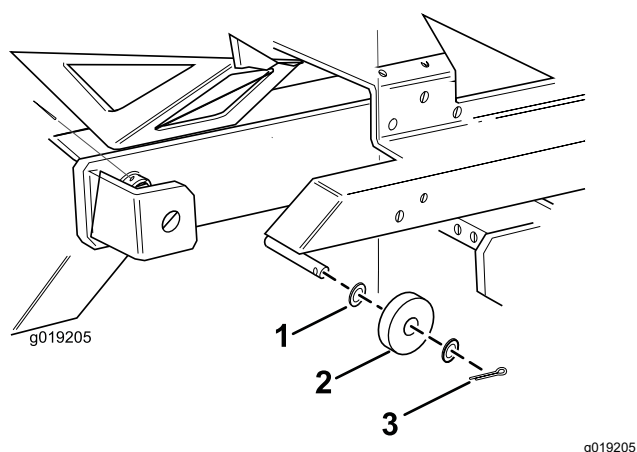

Figure 1
1. Retirez et conservez les goupilles fendues, les rondelles et les galets avant (Figure 1).
3. Fixez le support de butée gauche de la tête au côté intérieur de la tête de coupe latérale gauche à l'aide de 2 boulons, écrous et rondelles (Figure 1).